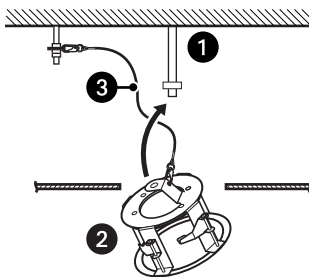

Figura 13. Conectando o suporte de montagem ao fio de segurança
- ❶ Porcas espaçadoras
- ❷ Ângulo do fio de segurança
- ❸ Chumbador já existente
- ❹ Fio de segurança
- ❺ Porcas espaçadoras
4. Conecte o fio de segurança ao suporte de montagem do teto (consulte a Figura 13).